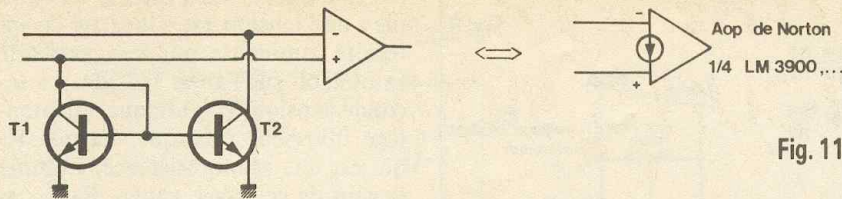

Fig. 11
**AMPLIFICATEUR DE NORTHON (fig. 11)**